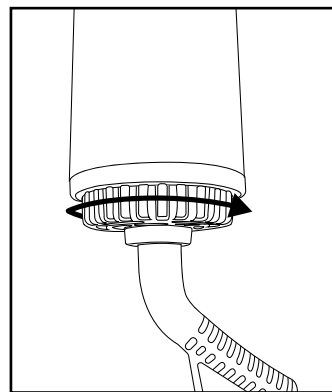
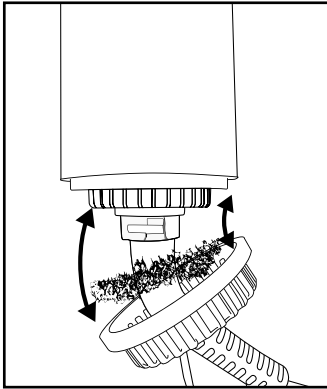

Abb. 3
Abb. 4
- Kontrollieren Sie, ob das Luftansauggitter ④ frei von Haaren und Fusseln ist. Reinigen Sie es mit Hilfe einer trockenen Bürste.
- Reinigen Sie in regelmäßigen Abständen den Filter hinter dem Luftansauggitter ④, spätestens, wenn Verschmutzungen zu sehen sind. Nehmen Sie dafür das Luftansauggitter ④ ab (siehe Abb. 3 und 4), indem Sie es drehen, bis es nicht mehr weiter geht und dann nach unten ziehen (ggf. gleichzeitig leicht hin- und her drehen). Entfernen Sie Fusseln und Verunreinigungen am Filter vorsichtig mit den Fingern und ggf. einer weichen Bürste. Drücken Sie den Filter wieder in den Korb des Luftansauggitters ④, damit Sie anschließend das Luftansauggitter ④ wieder aufstecken können. Schieben Sie das Luftansauggitter ④ auf die Aufnahme am Gerät und drehen es fest. Beachten Sie dabei die zwei kleinen Aussparungen am Sockel des Netzkabels ⑥ (siehe Abb. 4), in welche die passenden Gegenstücke an der Innenseite der Öffnung im Luftansauggitter ④ hineingeschoben werden müssen.